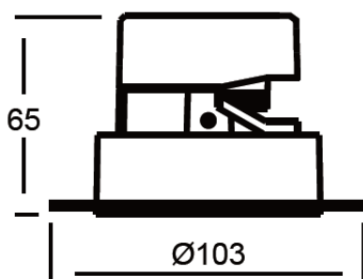
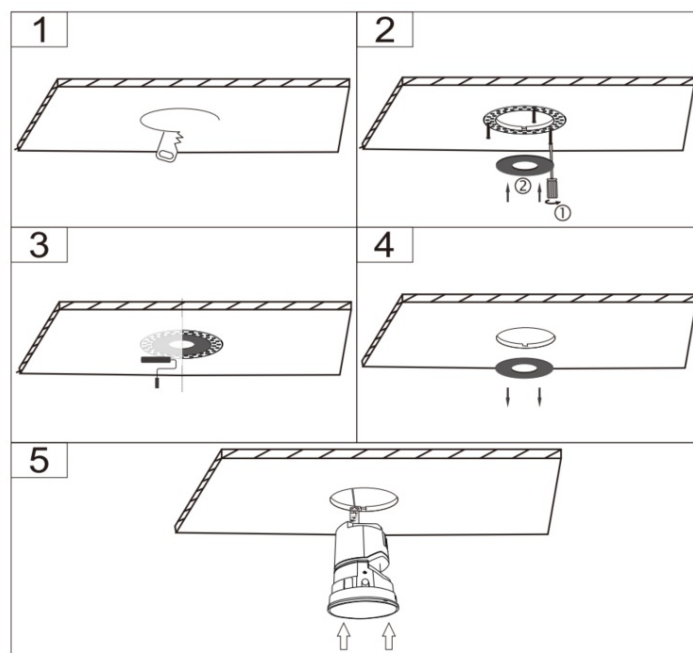

Рис. 4
Рис. 5
**Шаг 4:** Снимите защитную плёнку со светильника (см. Рисунок 4 ниже).
**Шаг 5:** Перед подключением проводов убедитесь, что питание отключено. Подключите сетевой провод к клеммам ввода фазы (L) и нуля (N). При использовании интеллектуального управления подключите также сигнальный провод.
**Шаг 6:** Установите корпус светильника в подготовленное отверстие (см. Рисунок 5 ниже).